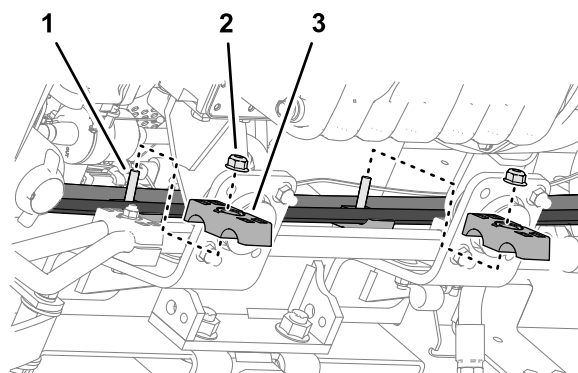

Figure 129
5. Enfilez les 2 moitiés des colliers de tube sur la vis et fixez-les ainsi que les flexibles (Figure 129) avec 2 contre-écrous à embase (5/16 po).